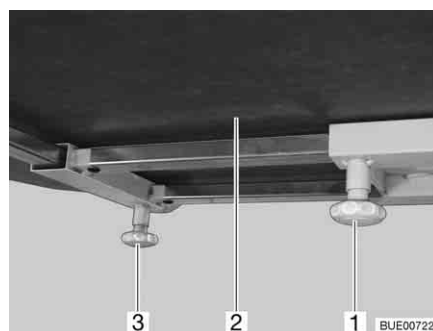

Fig. 100 Mesa fija
- Aflojar el tornillo moleteado (Fig. 100,1).
- Desplazar a la posición deseada el tablero de la mesa (Fig. 100,2).
- Aflojar el tornillo moleteado (Fig. 100,3).